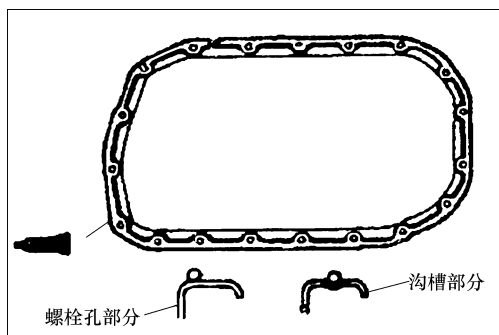

图 2-106 涂抹粘合胶
12) 油底壳的安装。如图 2-106 所示, 将挤出的直径为 4mm 的粘合胶涂抹在油底壳法兰面整个圆周上。